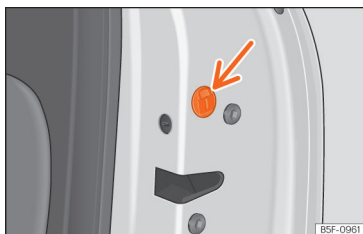

Fig. 78 Bloqueo de emergencia de la puerta.
- Dado el caso, retire la junta de goma  del frontal de la puerta >>> **fig. 78**.